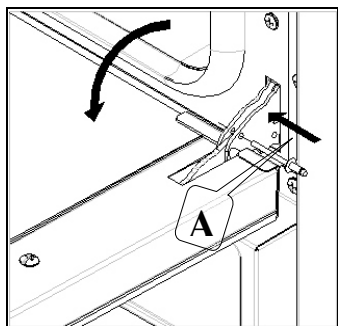

Fig. 1
- Insérer les épines en dotation dans les trous "A" qui sont présents sur les deux charnières (Fig.1);